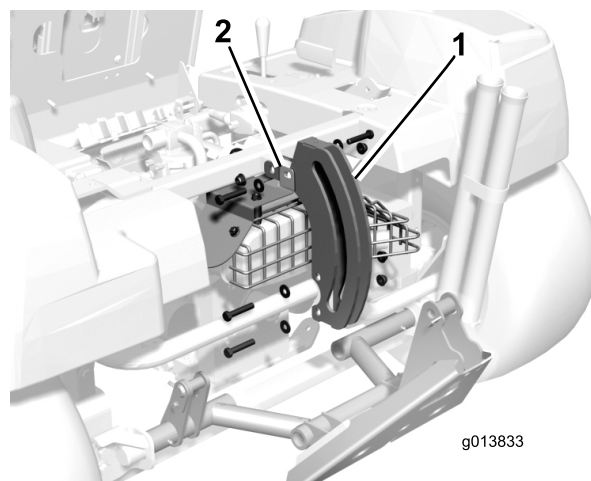

図 10
14. ローラ・プレートとマフラ・シールドの取り付けタブをフレームに固定する；先ほど外したボルト（4本）、ワッシャ、フランジ・ナットを使用する（図 10）。シールド取り付け用の固定具すべてを本締めする。